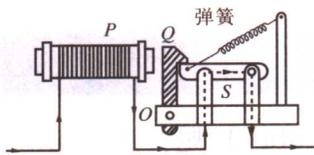

图 8-1-8
3. 如图 8-1-8 是一个限流装置的示意图。图中 P 是电磁铁，S 是开关，Q 是衔铁，可绕 O 转动。试分析当电流过大时，它是怎样自动切断电路的？